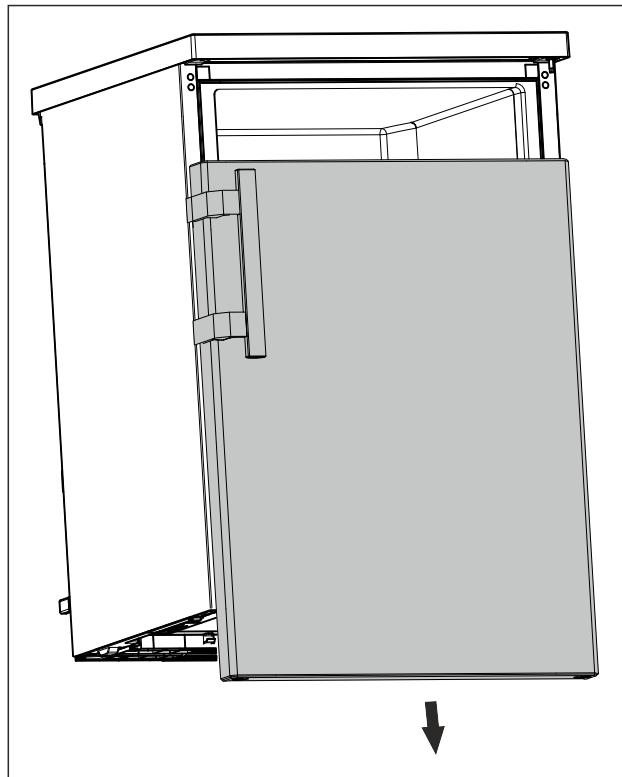

Fig. 16
- Свалете вратата надолу. (виж *Fig. 16*)